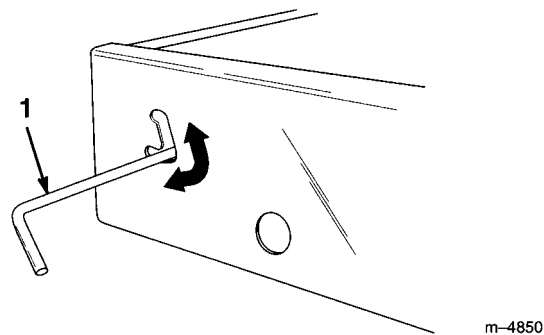

図19
1. ラッチを「切り込み」の上位置にスライドさせる（図19）。